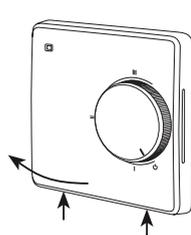

Рис. 4-1
1. Снимите лицевую крышку. Для этого тонкой шлицевой отверткой аккуратно поочередно надавите на защелки, расположенные снизу лицевой крышки терморегулятора, при этом потянув ее на себя (рис. 4-1).